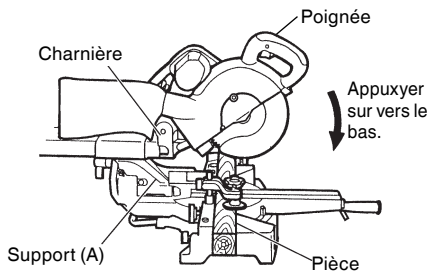

Fig. 26
Glisser la charnière sur le support (A), et serrer le bouton de fixation de glissière comme (Voir Fig. 2) indiqué à la Fig. 26.